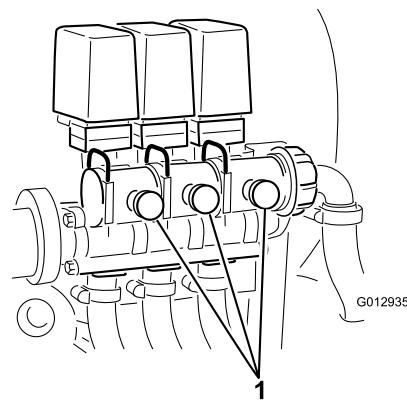

図 30
12. OFF にしたブームのブームコントロールバルブについているバイパスバルブ(図 30)を使って、上記手順9で設定した水圧と同じ水圧に調整する。